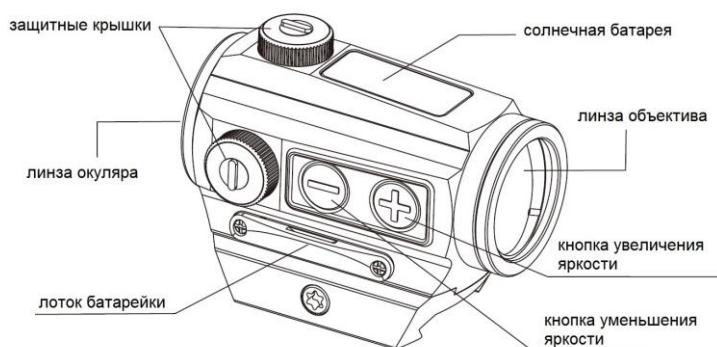

рис.1 PARALOW HS503C
3. Сначала снимите защитную крышку (см. Рис.1), вставьте шлиц отвертки в прорезь на барабане ввода поправок и поверните его вправо или влево, чтобы сделать нужную поправку. Каждый щелчок приводит к смещению точки попадания на 0,5 МОА.